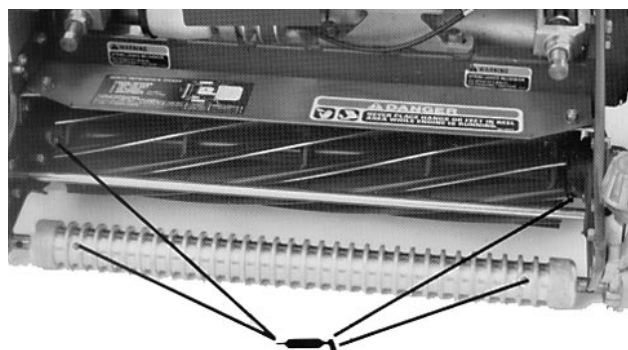
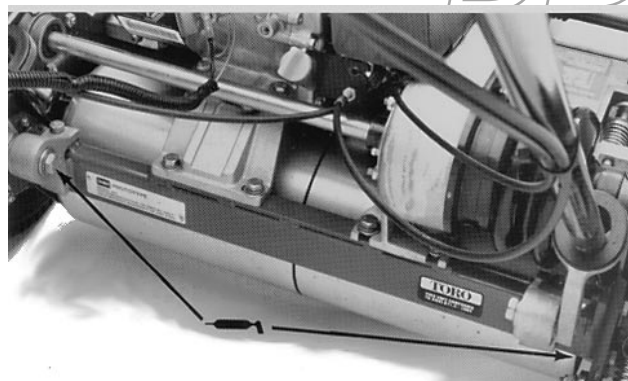
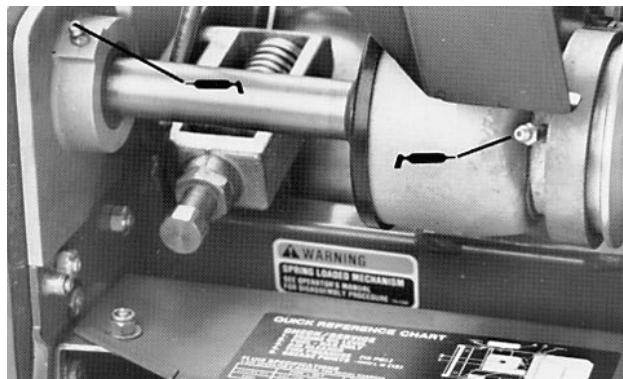
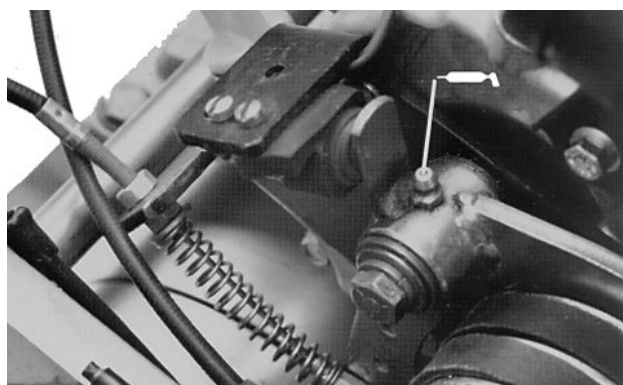

Fig 16
Fig. 17
Fig. 18
Fig. 19
2. Smørepunktene beliggenhet: (2) på fremre valse (fig. 16), (2) på sylindrelagrene (fig. 16), (2) på trommelaksene (fig. 17), (3) på differensialen (fig. 17), (2) på sylindrens mellomaksellagre (fig. 18) og (1) på remmens ledeskive (fig. 19).